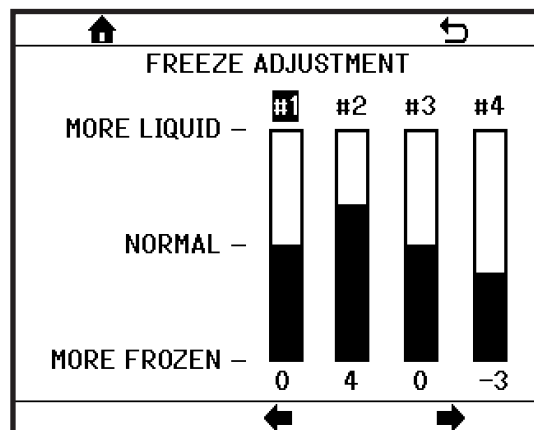

Figure 7.21
- **AJUSTEMENT DU GEL:** Utilisé pour ajuster comment congelé la boisson est (Figure 7.21).
RÉGLAGE DE LA CONGÉLATION (Figure 7.21) - L'ajustement permet à l'agent de service de rendre la boisson plus liquide ou plus congelée.